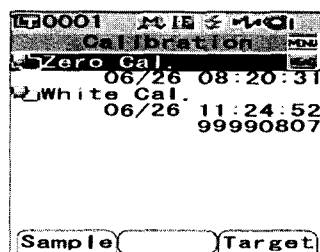

Рисунок 13
8.2.3.1 Включить спектрофотометры, автоматически появится меню «Calibration» (рисунок 13).